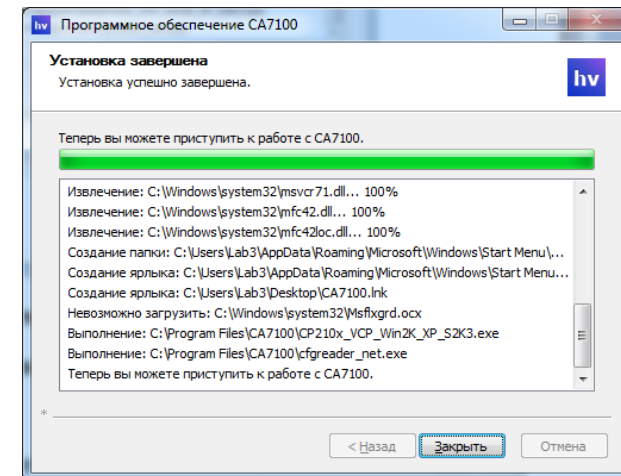

Рисунок 8.13
9) На экране появится окно (рисунок 8.13) с информацией о том, что установка программы "CA7100. Измерение C, tgδ, R" обеспечения Моста CA7100 завершена. Щелкнуть по кнопке **Заккрыть**, на Рабочем